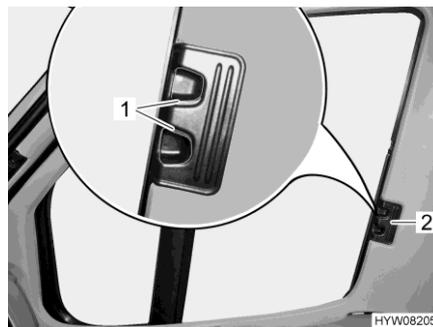

Bild 110 Faltverdunklung (Fahrer-/Beifahrerfenster)
- Entriegelungsgriffe (Bild 110,1) zusammendrücken und gedrückt halten.
- Die Faltverdunklungen für das Fahrerfenster und das Beifahrerfenster am Griff (Bild 110,2) zur anderen Fensterseite ziehen und an den Magnetstreifen aneinanderfügen.
- Die Faltverdunklungen für das Fahrerfenster und das Beifahrerfenster am Griff (Bild 110,2) bis zum Anschlag einschieben.
- Entriegelungsgriffe (Bild 110,1) loslassen und einrasten lassen.